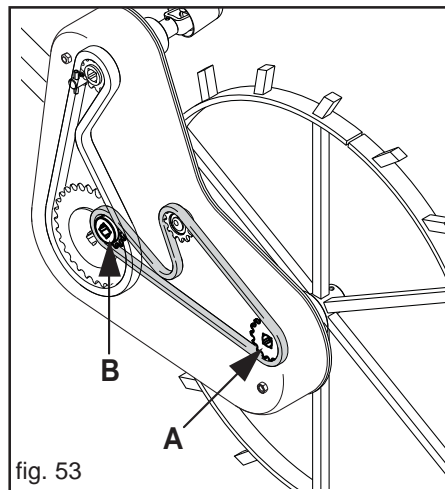

fig. 53
- Die korrekte Funktion des Dosiersystems haengt grundsaeztlich von den im Antriebskasten des Spornrades eingesetzten Kettenraedern (siehe Tabelle 5 «A-B», Abb. 53) entsprechend der Arbeitsbreite der Drille ab!